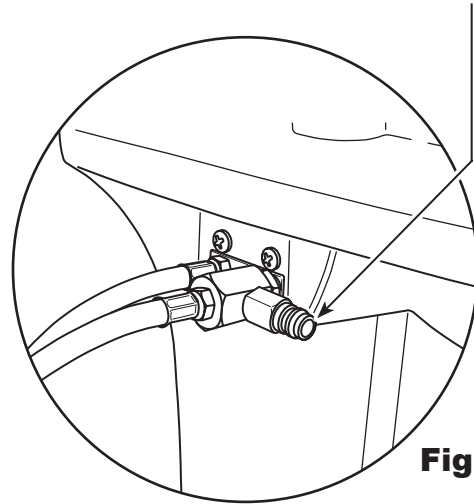

Figura 28
1. Con la máquina aún conectada al vehículo y los acopladores abiertos, conecte el acoplador del lado bajo (azul) de la No. 25700 al puerto de recuperación de contaminante en la parte posterior de AC1234-6. Consulte la Figura 28. Abra las válvulas del acoplador.